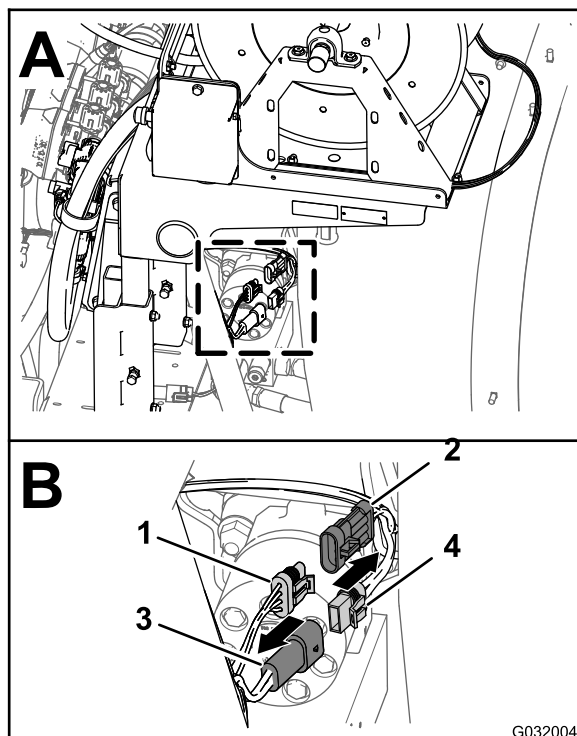

Figure 3
1. À l'arrière de la machine, localisez le faisceau de câblage du kit dévidoir électrique à l'arrière de la cuve du pulvérisateur (A de Figure 3).
2. Débranchez le connecteur à 2 douilles du faisceau correspondant au dévidoir électrique du connecteur à 2 broches du faisceau principal arrière (B de Figure 3).
du connecteur à 3 douilles du faisceau principal arrière (B de Figure 3).